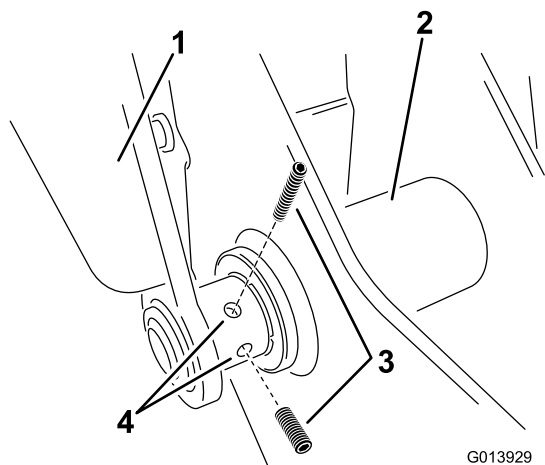

図 12
- I. 左アームの下側ヒンジ部に固定ねじを取り付ける図 12。後でクレードル・システムの調整を行うので、ねじは仮止めしておくこと。